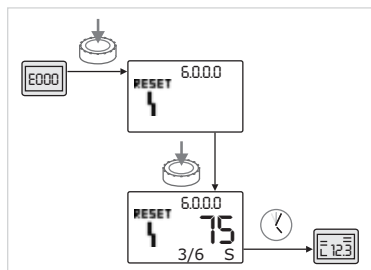

Рис. 47: Квитирование ошибки типа В (X < Y)
- Если текущая частота возникновения ошибки меньше, чем максимальная частота возникновения ошибки (рис. 47):